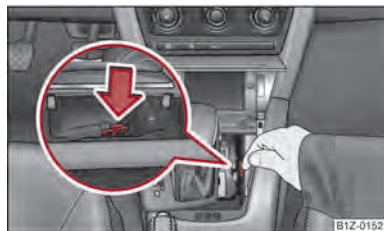

Fig. 109 Déverrouillage de secours du levier sélecteur
- Poussez la pièce jaune en plastique dans le sens de la flèche → fig. 109 avec un doigt.